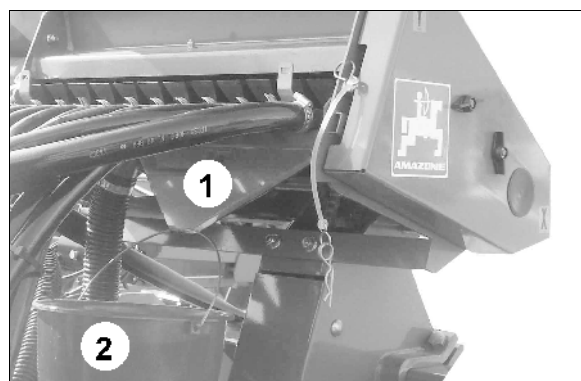

Fig. 24
4. Auffangbehälter (Fig. 24/2) unter den Auslauf (Fig. 24/1) einhängen.